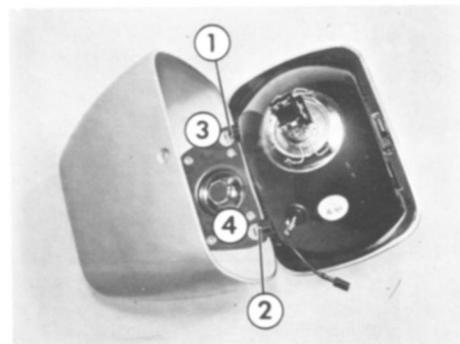

Fig.33 Bis - Proiettori
- Per rimontare il proiettore (Fig. 33 bis):